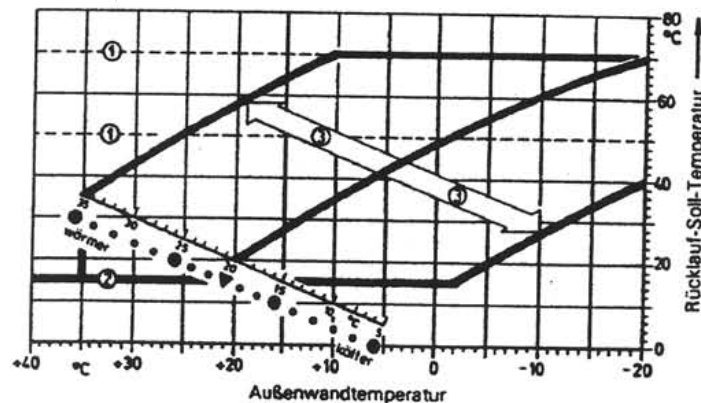

Bild 1
- Mit Einsteller (20) wird für eine Außenwandtemperatur von -20°C die maximale Rücklauf-temperatur eingestellt und damit die Heizkennlinie angewählt, die idealisiert eine konstante Raumtemperatur von +20°C erzeugt (siehe Einstellbeispiel).
- Mit Einsteller (3) wird die durch den Einsteller (20) festgelegte Heizkennlinie parallel ③ und entlang der schräg gekennzeichneten Achse verschoben. Damit können Raum-Soll-Temperaturen, die von 20°C abweichen eingestellt werden (Bild 1).
- Mit Einsteller (4) erfolgt die Verschiebung der Heizkennlinie analog zu Einsteller (3), jedoch für den Absenkezeitraum.
Obere Begrenzung der Rücklauf-Solltemperatur (Bild 1 ①:)